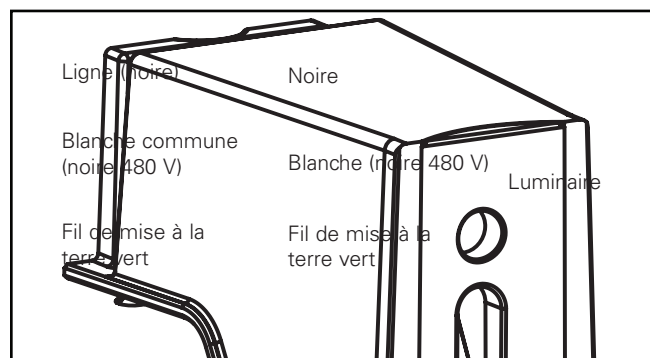

Figure 4.
4. Effectuez les branchements des fils à l'intérieur du bras de fixation. Consultez le schéma de câblage pour les connexions d'alimentation. Connectez les fils d'alimentation aux fils de sortie appropriés du luminaire. (Figure 4)